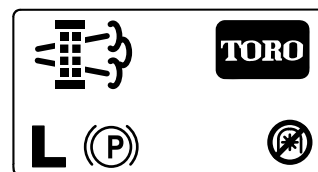

Bild 52
**Hinweis:** Auf dem Begrüßungsbildschirm wird das Symbol für eine deaktivierte Zapfwelle (Bild 52) angezeigt.
**Hinweis:** Auf dem Begrüßungsbildschirm wird das Symbol für eine deaktivierte Zapfwelle angezeigt; siehe Bild 52 in Meldungen zu geparkter Regenerierung \(Seite 48\).